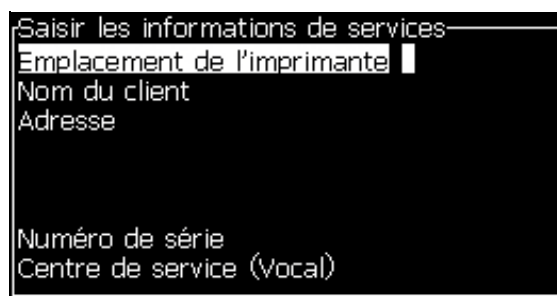

Figure 4-23 : Boîte de dialogue Entrer Informations Dépannage
- 2 Sélectionner l'option *Entrer Informations de Dépannage* et appuyer sur la touche *Entrée*. La boîte de dialogue *Entrer Informations Dépannage* apparaît (voir Figure 4-23).